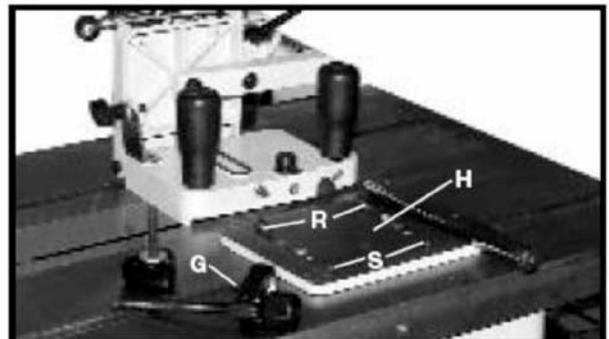

Рисунок 9
9. Сдвиньте основание (Н) влево, Рис. 9, к двум отверстиям (S) и совместите с отверстиями в направляющей планке (G). Прикрепите основание к направляющей планке двумя винтами с полукруглой головкой и плоскими шайбами (R), как показано на Рисунке 10.